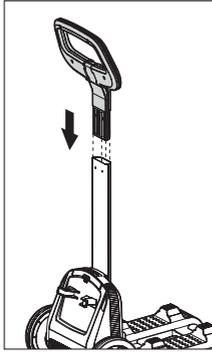

FIGURA 11
1. Inserte el mango en el soporte del mango. Ver **Figura 11**.